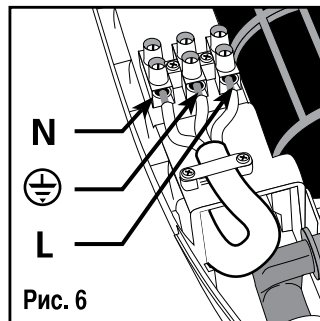

Рис. 6
3. Подключение к клеммной колодке (Рис. 6).